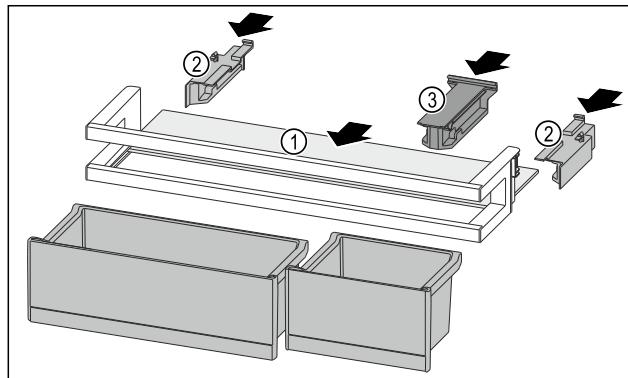

Fig. 100
- Вкарайте рафта Fig. 100 (1) в страничните прорези.
- Поставете страничните части Fig. 100 (2).
- Поставете задържащата част Fig. 100 (3).